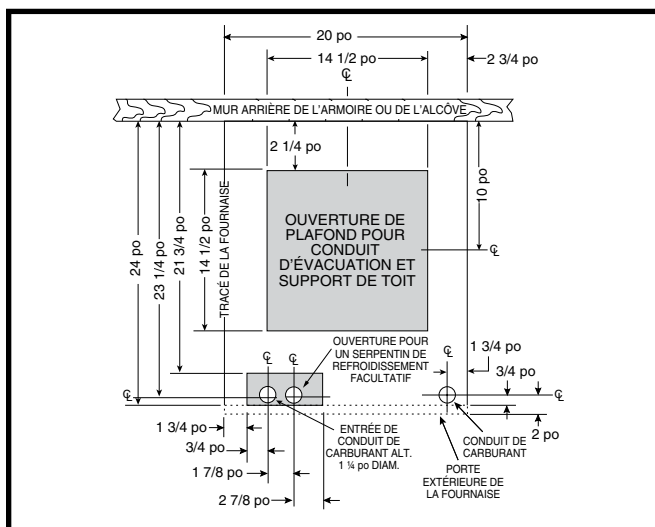
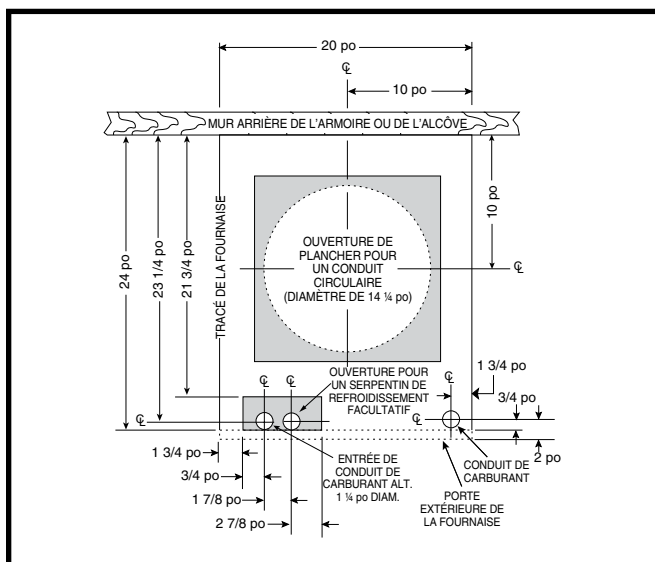

Figure 6. Dimensions du trou pour les raccords de conduits standard
Figure 7. Dimensions du trou pour les raccords de conduits circulaires
Les ouvertures dans le plancher et dans le conduit de carburant doivent être positionnées soigneusement pour prévenir les erreurs d'alignement entre la fournaie et les conduits d'aération. Pour positionner les conduits standard, consultez la Figure 6. Pour les conduits circulaires, consultez la Figure 7.
2. En utilisant la ligne centrale comme point de départ, tracez le reste du trou pour les conduits en fonction des dimensions montrées dans la Figure 6 (page 7) ou la Figure 7 (page 7).
- Mesurez et percez un trou de gaz et une ouverture pour le serpent de refroidissement (s'il y a lieu). Consultez la Figure 6 ou Figure 7.